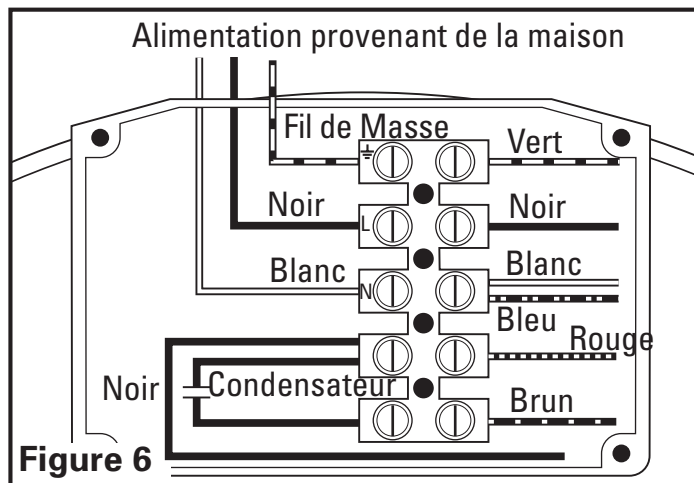

Figure 6
2. Amener le service électrique au travers du connecteur romex et de l'alvéole défonçable du ventilateur. Assurez-vous de placer l'écrou du connecteur sur le filage entrant dans la boîte de raccordement. Il y a trois ports ouverts sur le terminal de raccordement. À l'aide d'un petit tournevis plat, serrer le fil de neutre (blanc) de l'alimentation entrante sous la borne marquée "N". Serrer le fil de ligne (noir) de l'alimentation entrante sous la borne marquée "L". Serrer le fil de mise à la terre (vert) de l'alimentation entrante sous la borne marquée "E" (Figure 6). Un diagramme de raccordement est inclus, pour référence, à l'intérieur du couvercle de la boîte de raccordement.